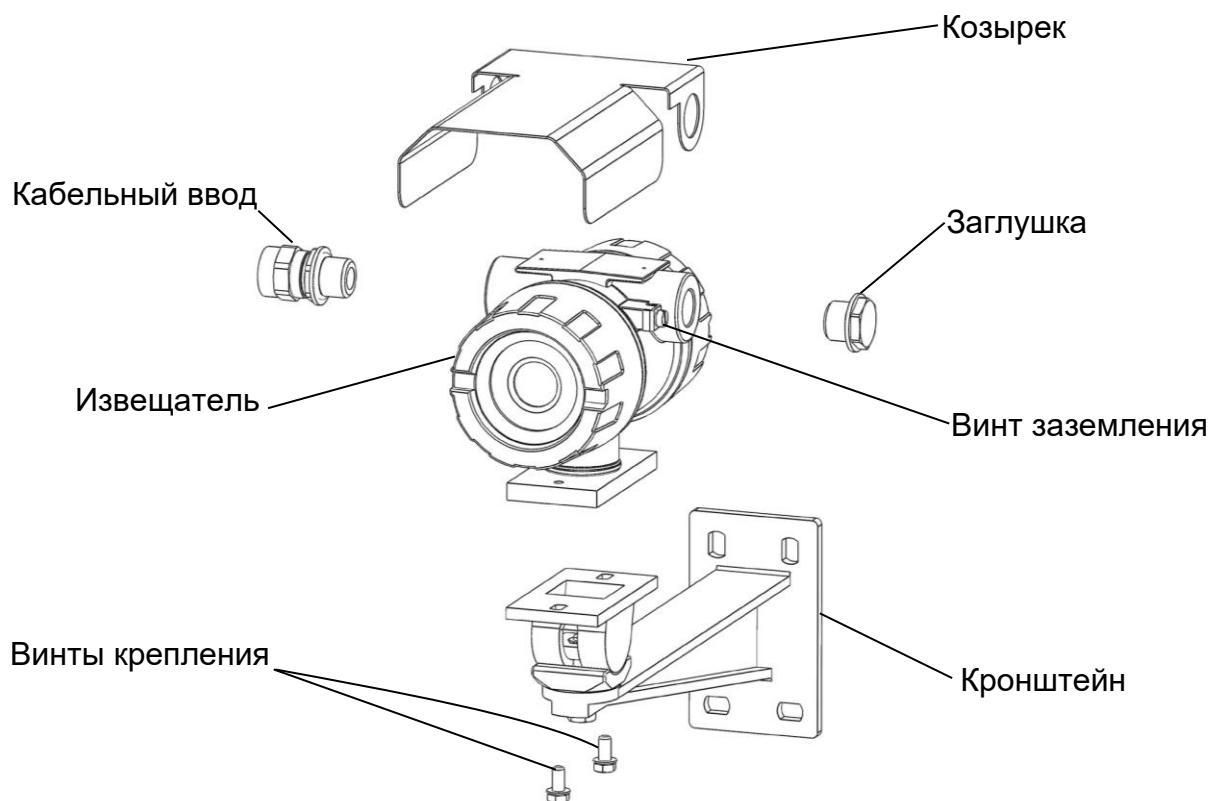

Рисунок 7 – Схема монтажа извещателя
3.5.3 Установка извещателя на штатное место осуществляется с помощью кронштейна (рисунок 7).